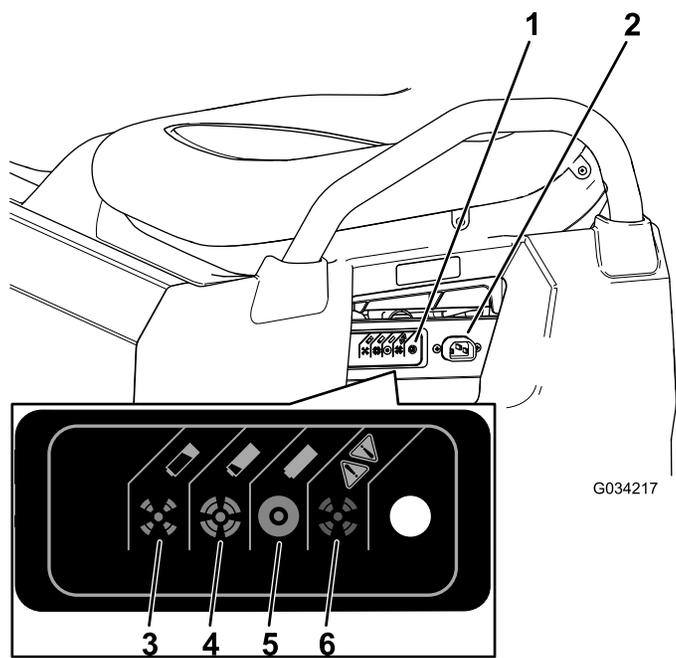

Figura 38
- Collegate un cavo di ricarica calibro **16 (o di diametro superiore)**, da **2,5 m o più corto** alla presa di ricarica sulla macchina (**Figura 38**).
Fate riferimento alla tabella seguente e **Figura 38** per informazioni sui significati dei diversi colori della spia dello stato del caricabatterie.